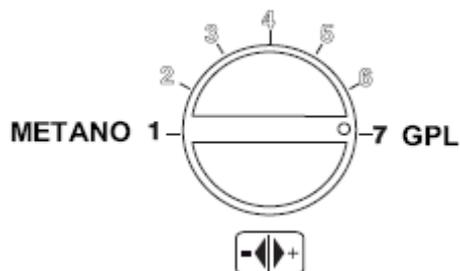

рис. 8.5
- Чтобы поменять настройку, установите ручку 2 в выбранное положение (см. рис. 8.5).